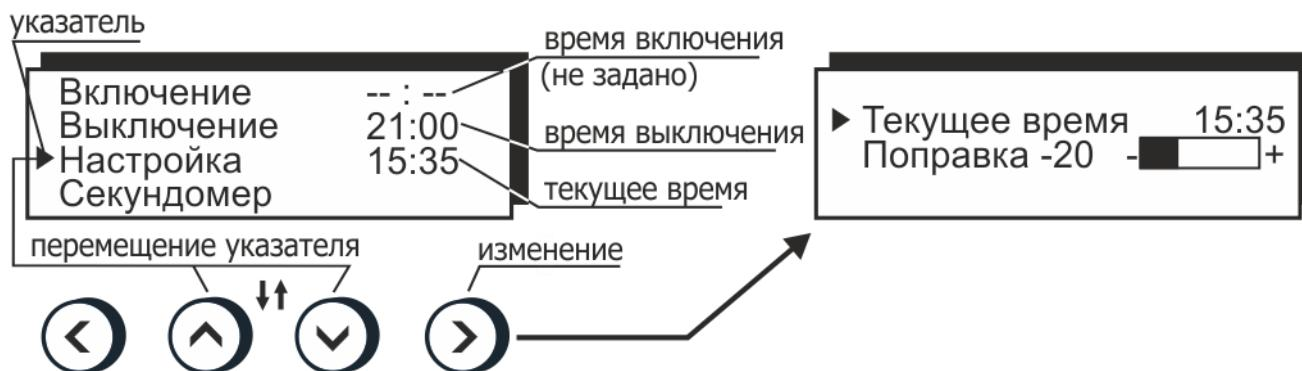

Рисунок 10 — Управление встроенными часами
- нажатиями кнопок (▲) и (▼) установить указатель против нужного времени: включения или выключения (рисунок 10);
- нажатиями кнопок (\blacktriangle) и (\blacktriangledown) установить указатель против пункта "Секундомер" (рисунок 10);